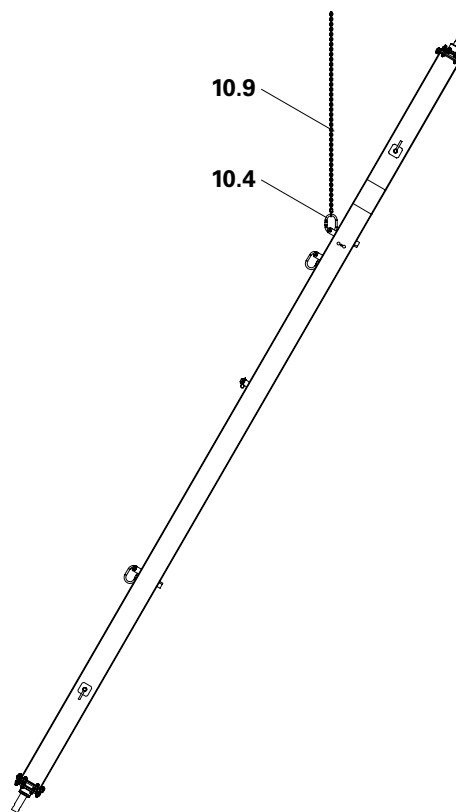

Fig. A3.12
4. Fixer l'étais tirant-poussant à l'élingue et guider vers l'élément de coffrage. (Fig. A3.12)